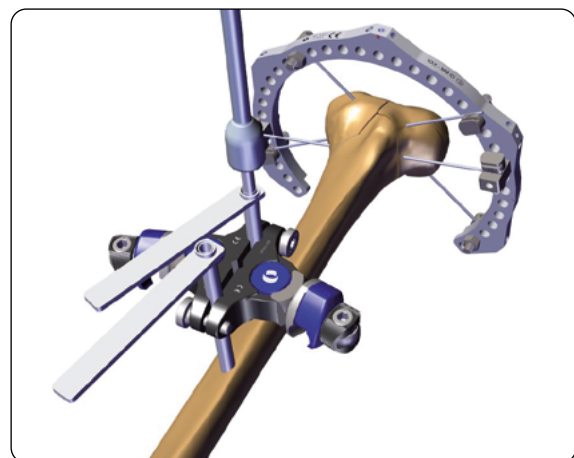

Fig. 9
- Utilizzare la chiave a T per inserire manualmente la vite ossea in uno dei fori esterni del morsetto (Fig. 9)